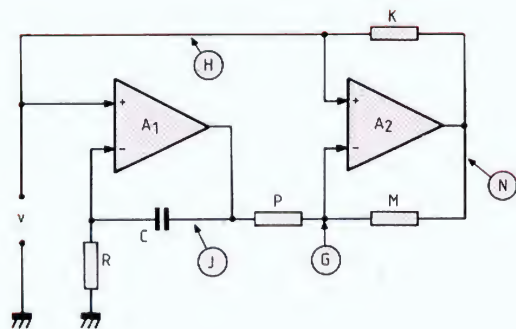

Fig. 16. — Le résistor K a été ajouté entre (N) et (H) ; maintenant le montage se comporte comme un bobinage quasi « parfait » entre (H) et masse.
Relions donc le point (N), sortie de A₂ au point (H) (entrée « + » de A₁) par un résistor de valeur K, désigné par la lettre K (fig. 16), et nous aurons, du point H vers le point N, un courant i . Ce courant, nul jusqu'au temps zéro, va, à partir de cet instant, croître proportionnellement au temps, avec la valeur :
On en déduit que le montage de la figure 16 se comporte, à son entrée, comme un bobinage dont le coefficient de self-induction L est :
Donc, si nous associons le montage de la figure 16 à un condensateur C' , ayant, par exemple, une capacité de 0,22 μ F, en mettant simplement C' entre le point (H) et la masse, nous constituons ainsi un circuit oscillant parallèle dont la période doit être :